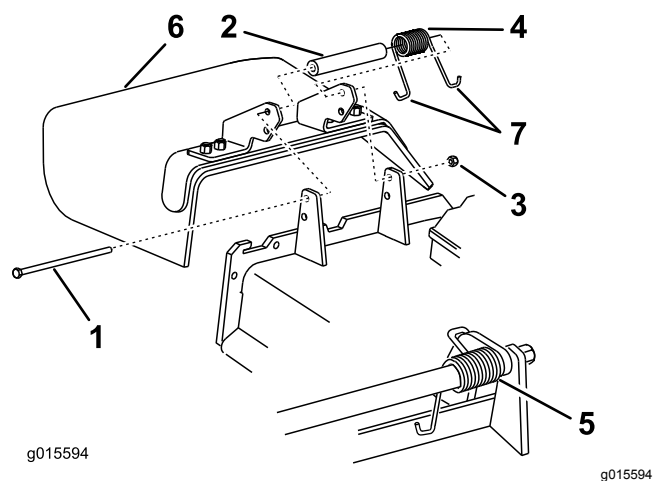

Figure 86
1. Retirez le contre-écrou, le boulon, le ressort et l'entretoise qui fixent le déflecteur aux supports de pivot (Figure 86).
2. Déposez le déflecteur d'herbe s'il est endommagé ou usé (Figure 86).
Remarque: Prenez soin de placer une extrémité en J du ressort derrière le bord du plateau avant de mettre le boulon en place, comme montré à la Figure 86.
6. Accrochez 1 extrémité en J du ressort au déflecteur d'herbe (Figure 86).